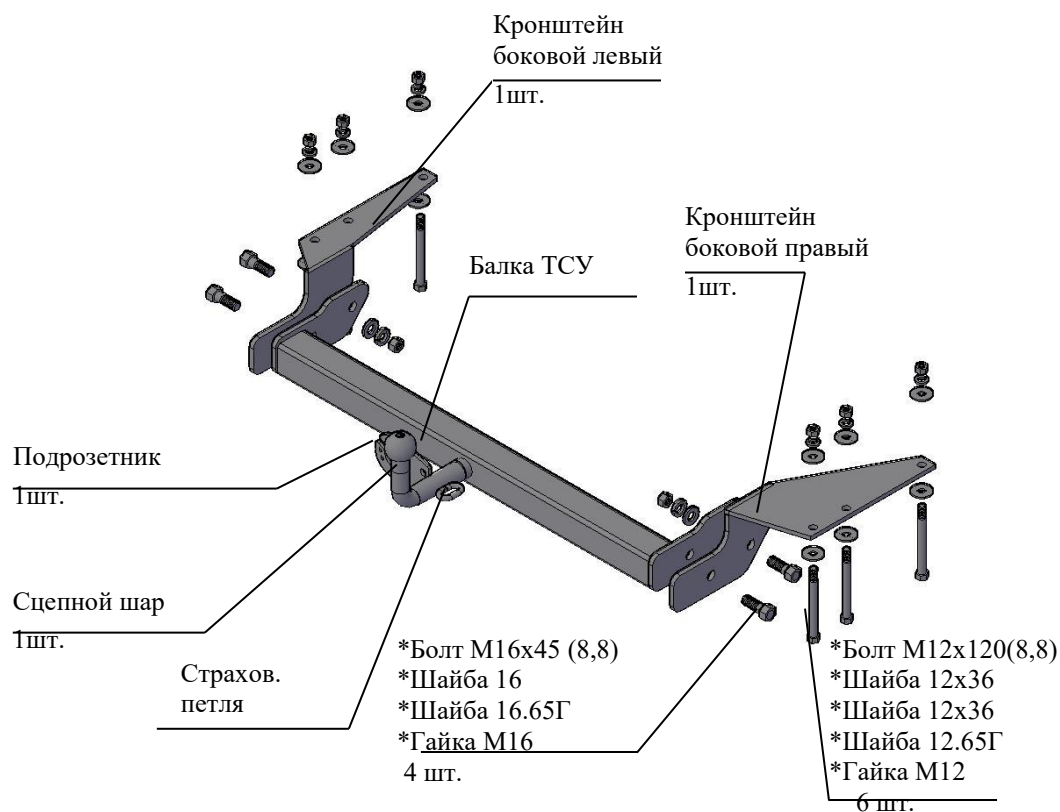

Рис.1 Тягово-сцепное устройство 7510 .
2.1 ТСУ 7510. в сборе (рис.1)	1 шт.
2.2 Пакет с комплектующими (см. рис.1)	1 шт.